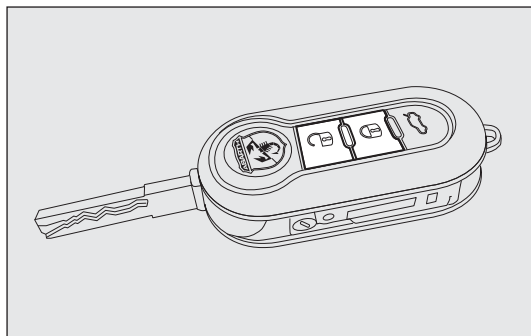
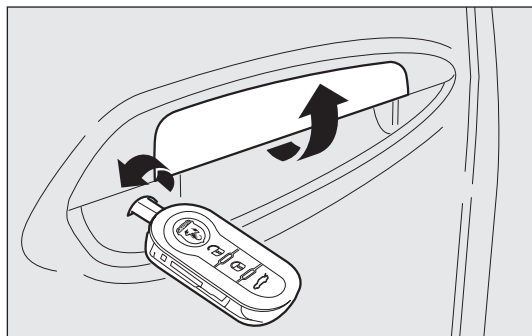
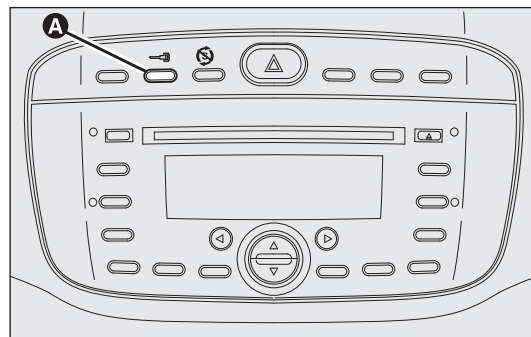

fig. 67
fig. 68
fig. 69
Une fois les portes fermées, appuyer sur le bouton  de la télécommande fig. 67 ou bien insérer et tourner l'insert métallique dans la serrure de la porte côté conducteur dans le sens des aiguilles d'une montre fig. 68. Le verrouillage effectif des portes est signalé par le simple allumage de la DEL sur le bouton A-fig. 69. Le verrouillage des portes est activé uniquement si toutes les portes sont fermées. Si une ou plusieurs portes sont ouvertes suite à la pression du bouton  sur la télécommande fig. 67, les feux clignotants et la DEL présente sur le bouton A-fig. 69 clignotent rapidement pendant environ 3 secondes.
Par contre, si une ou plusieurs portes sont ouvertes suite à la rotation de l'insert métallique de la clé, seule la DEL présente sur le bouton A-fig. 69 clignote rapidement pendant environ 3 secondes. Si les portes sont fermées mais que le coffre à bagages est ouvert, les portes sont verrouillées : les feux clignotants (uniquement si le verrouillage est effectué en appuyant sur le bouton  fig. 67) et la DEL présente sur le bouton A-fig. 69 clignotent rapidement pendant environ 3 secondes.
Quand la fonction est active, il est toutefois possible de déverrouiller les serrures des autres portes, en appuyant sur le bouton A-fig. 69 situé sur la colonne centrale.
En effectuant une double pression rapide sur le bouton  de la télécommande fig. 67, le dispositif dead lock s'active (voir paragraphe « Dispositif dead lock »).
Appuyer brièvement sur le bouton  fig. 67 pour déverrouiller les portes à distance, obtenir l'allumage temporisé des plafonniers internes à double signal lumineux des indicateurs de direction ou insérer et tourner l'insert métallique dans la serrure de la porte côté conducteur dans le sens contraire aux aiguilles d'une montre, comme illustré sur la 68.
Appuyer sur le bouton A-fig. 69 pour verrouiller/déverrouiller toutes les portes. Le bouton est doté d'une DEL qui indique l'état des portes (verrouillées ou déverrouillées).
on ne pourra pas effectuer le déverrouillage avec le bouton A-fig. 69 situé entre les commandes sur la planche de bord.
- ☐ le bouton A-fig. 69 de verrouillage/déverrouillage ;
Le dispositif s'enclenche automatiquement sur toutes les portes en effectuant une double pression rapide sur le bouton  de la clé de la télécommande fig. 67.
L'activation du dispositif est signalée par 3 clignotements des indicateurs de direction et par le clignotement de la DEL située sur le bouton A-fig. 69 entre les commandes sur la planche de bord.